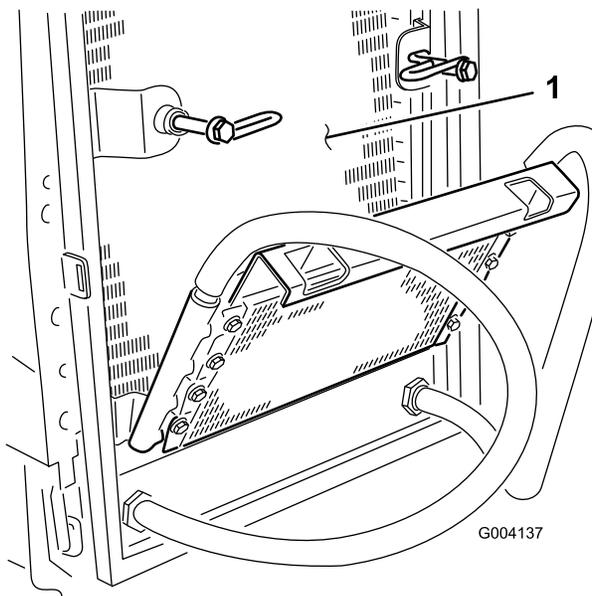

Рисунок 68
6. Тщательно очистите обе стороны маслоохладителя и радиатора (Рисунок 68) сжатым воздухом.